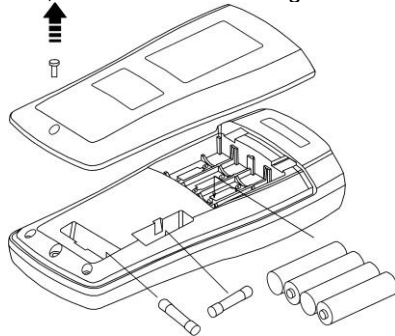

Abb. 11: Ersatz der Batterien und der inneren Schmelzsicherungen
3. Entfernen Sie die Batterien und stecken Sie dieselbe Menge von Batterien desselben Typs ein (siehe § 6.1.3). Achten Sie dabei auf die richtige Polarität, dann stellen Sie den Batteriefachdeckel wieder in Platz (siehe Abb. 11). Verwenden Sie dabei die geeigneten Behälter zur Entsorgung der Batterien.